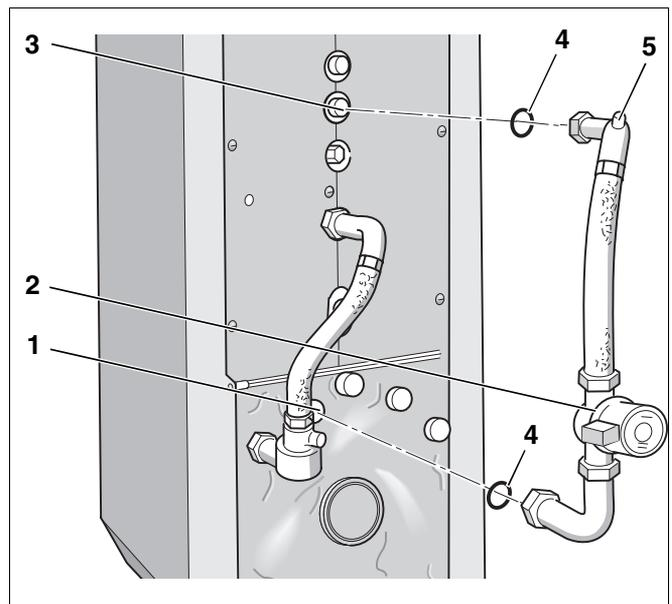

Abb. 26 Kessel-Speicher-Verbindungsleitung bei Heizkessel am Anschluss VK und VS montieren
- Dichtungen (Abb. 26, **Pos. 4**) in die Anschlüsse der Kessel-Speicher-Verbindungsleitung (Abb. 26, **Pos. 2**) einlegen.
- Kessel-Speicher-Verbindungsleitung (Abb. 26, **Pos. 2**) mit seinem Entlüftungsventil (Abb. 26, **Pos. 5**) am Vorlaufanschluss des Speicher-Wassererwärmers (Abb. 26, **Pos. 3**) montieren.
- Kessel-Speicher-Verbindungsleitung (Abb. 26, **Pos. 2**) am Vorlaufanschluss des Heizkessels (Abb. 26, **Pos. 1**) montieren.